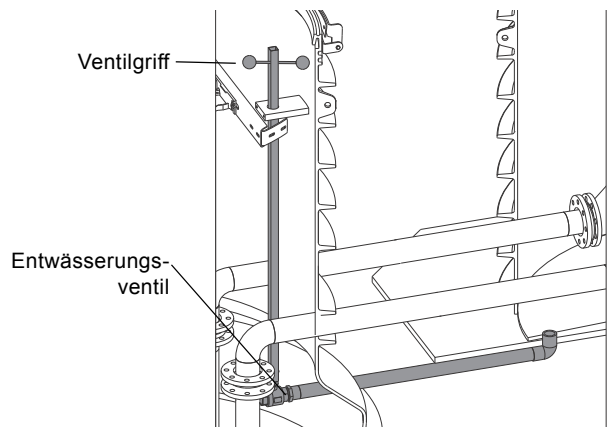

Abb. 36 Entwässerungsventil
1. Das Ventilkammer-Entwässerungsventil mithilfe des Ventilgriffs in dem Schacht öffnen, um den Sammelbrunnen der Ventilkammer zu leeren. Siehe Abb. 36.
7. Das Entwässerungsventil im Schacht schließen. Siehe Abb. 36.